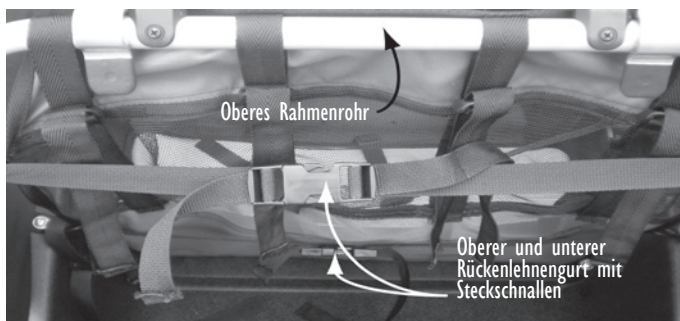

Abbildung 3
1. Stecken Sie beide Gurtschlosshälften (Steckschnallen) des oberen und unteren Gurts korrekt hinter der Rückenlehne zusammen (s. Abbildung 3).